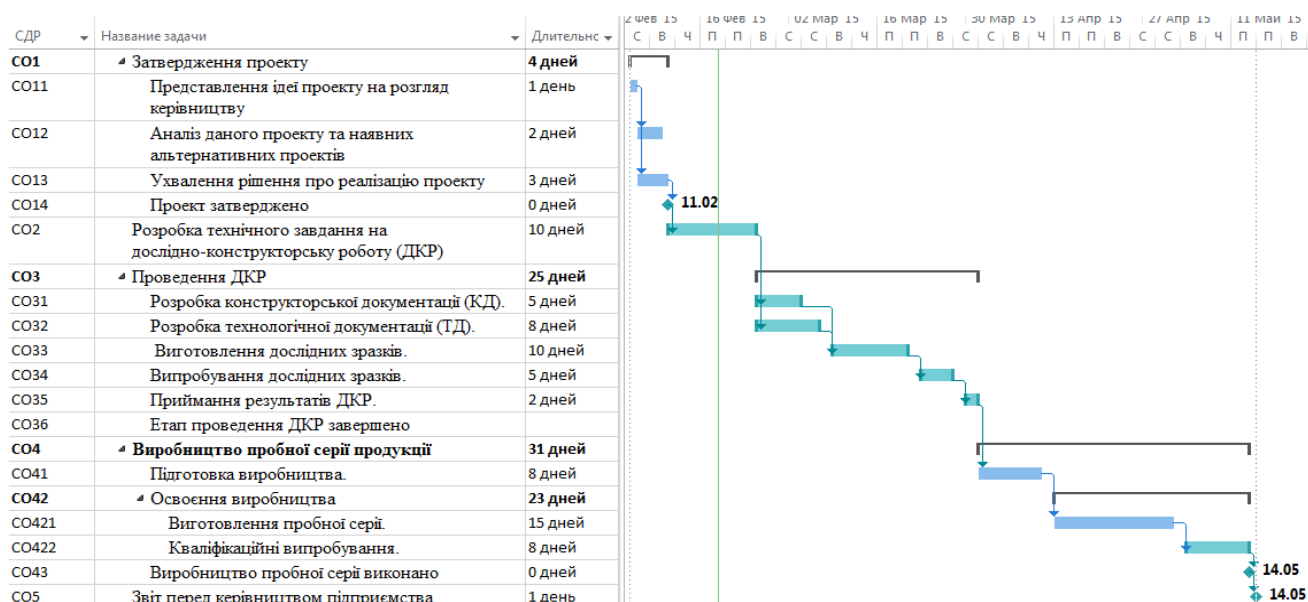

Рис. 1.12. Встановлення зв'язків між задачами проєкту.
**Встановіть зв'язки між завданнями проекту згідно умови (додаток Б, колонка «Попередня робота»).** Зв'язки встановлюються для усіх завдань, крім сумарних. Приклад встановлення зв'язків між завданнями представлено на рис. 1.12.